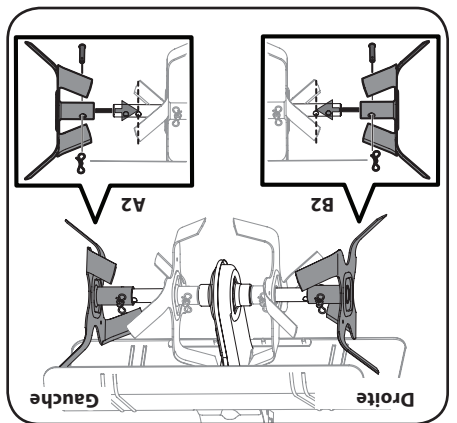

Figure 3-2
3. Préparez deux autres axes de chape et deux goupilles fendues. Placez-vous face au motoculteur et enfillez les dents notées A2 sur l'arbre de gauche. Ensuite, enfillez les dents notées B2 sur l'arbre de droite. (Figure 3-2)